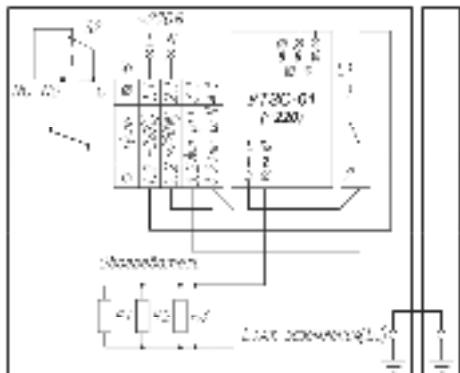

Рис.2. Схема электрическая принципиальная
1. Заземлить термошкаф при помощи заземлителя (53) (рис.2).
2. Подать напряжение питания на контакты 1.1 и 2.1 клеммы X1 (рис.2, 3).